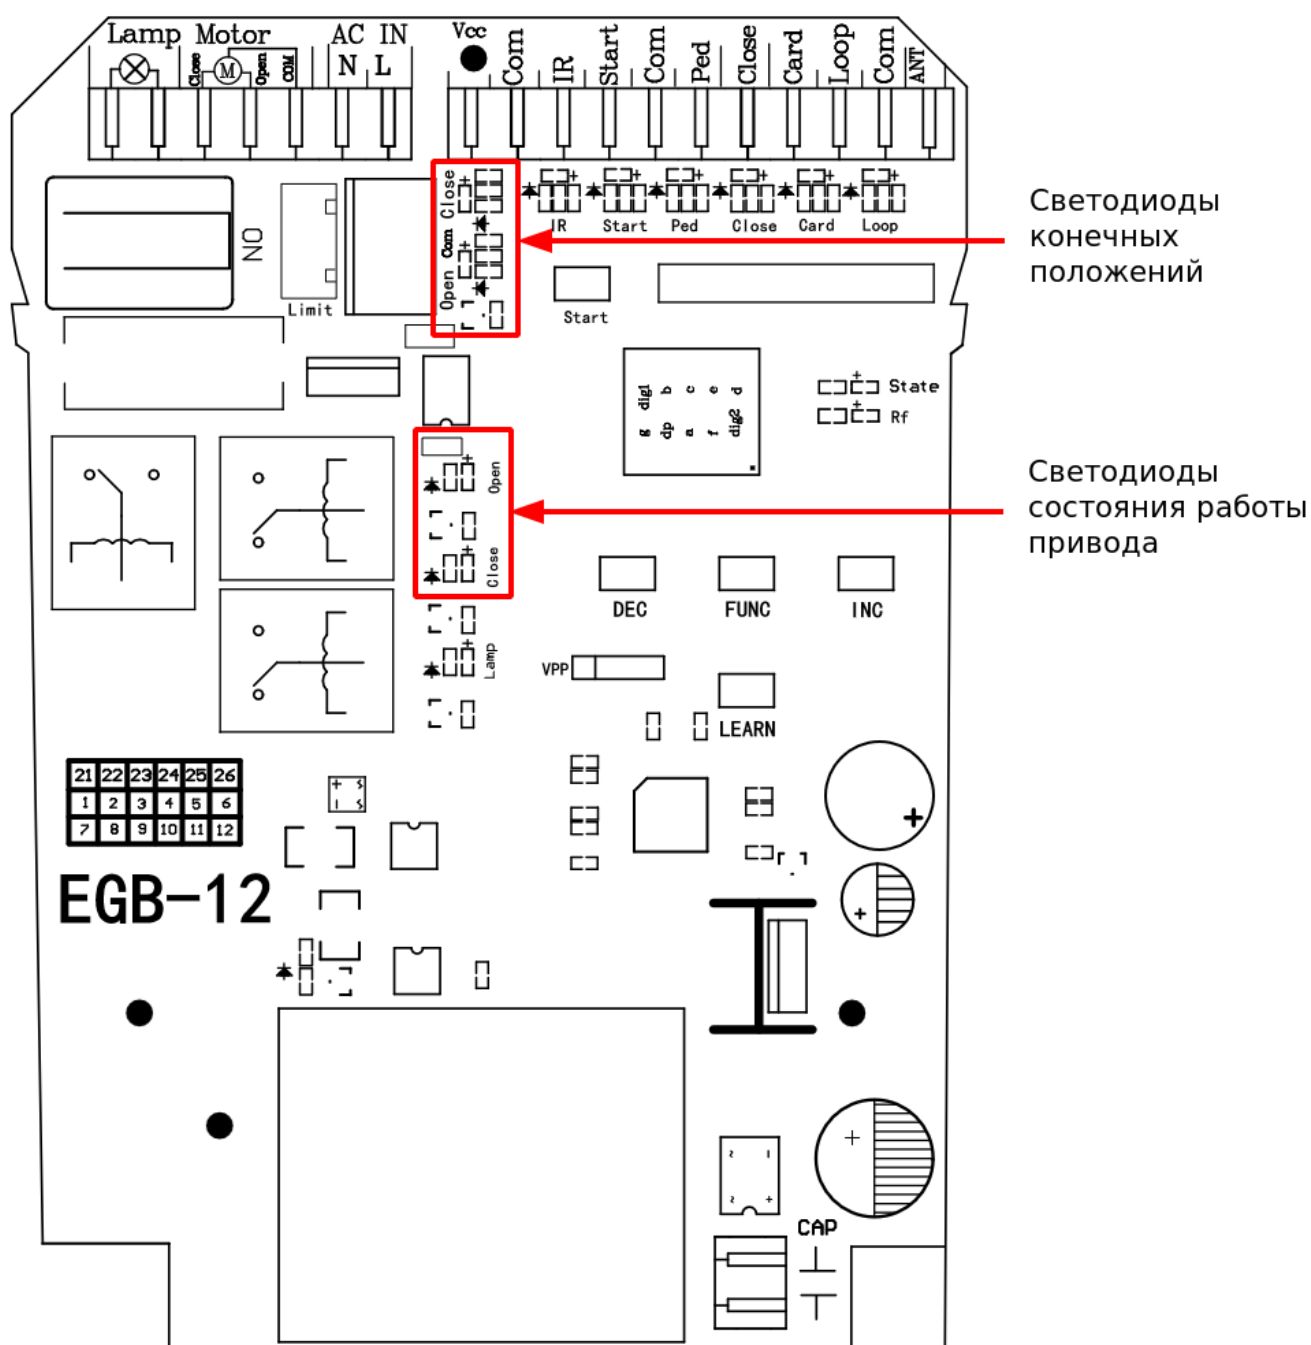

Рис. 7. Плата управления приводом
5. Переместите ручную створку ворот в крайнее открытое положение. Перемещайте кронштейн с низким красным магнитом вдоль зубчатой рейки в сторону привода до тех пор, пока на плате управления не загорится светодиод конечных положений Close красным цветом, так же может потребоваться регулировка по высоте (светодиоды конечных положений располагаются сразу под клеммами и указывают на то в какую сторону будет работать привод после подачи сигнала когда ворота находятся в крайнем открытом или в крайнем закрытом положении, не путать со светодиодами состояния работы привода, см. Рис.7).
Электронный модуль управления привода (Рис. 7) осуществляет управление работой всех подключенных к нему электрических компонентов.